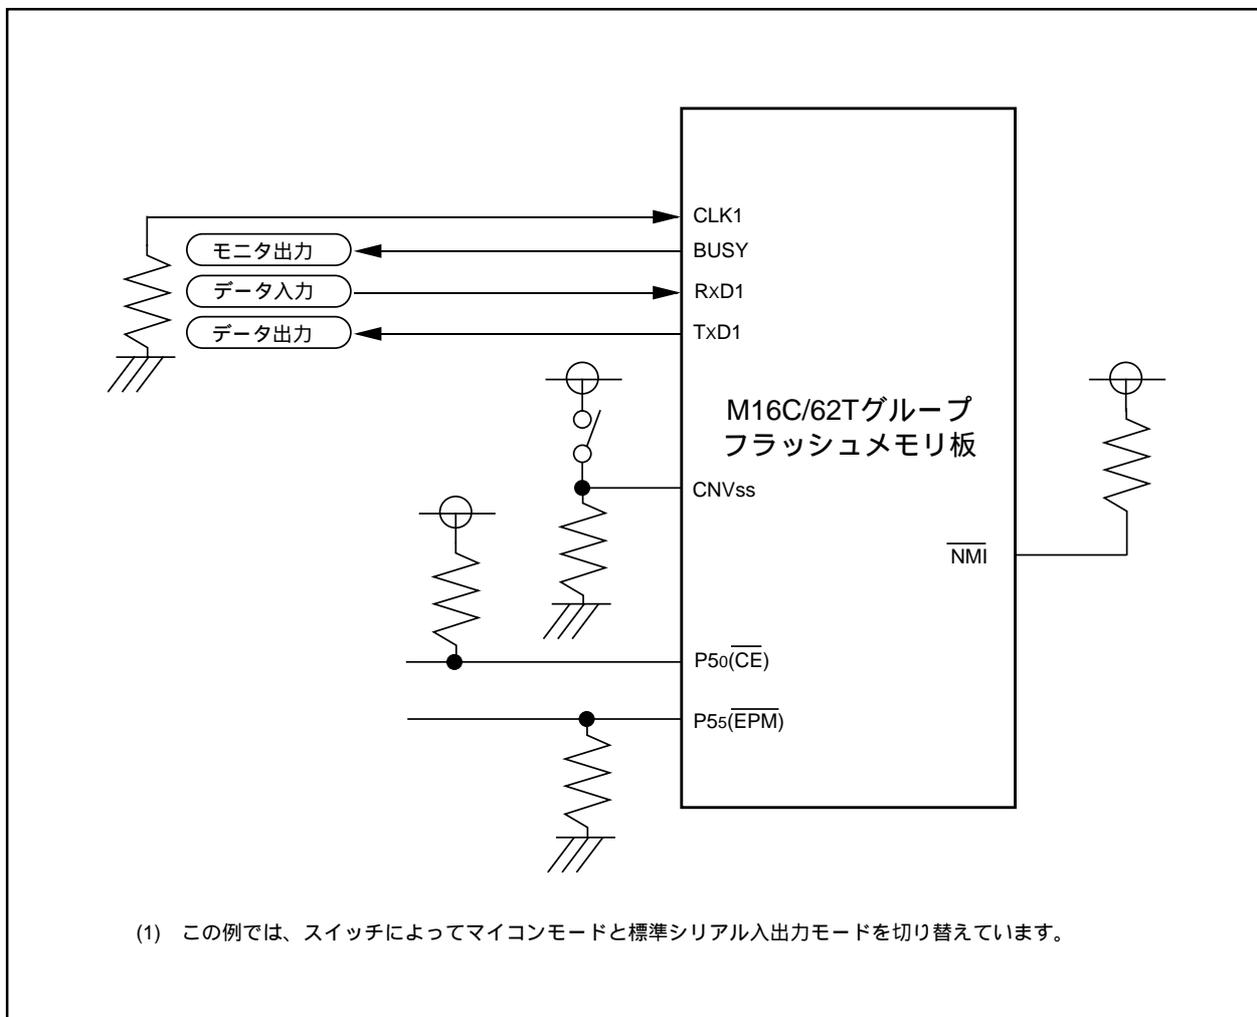

図1.31.43. 標準シリアル入出力モード2時の応用回路例
<p>「(3) 使用禁止割り込み」本文3～5行目を「NMI割り込み、監視タイマ割り込みは、各割り込み発生時にフラッシュメモリの動作モードを強制的にリードアレイモードに変更するので使用できます。」 「NMI割り込み、監視タイマ割り込みは、各割り込み発生時に強制的にフラッシュメモリ制御レジスタ0、フラッシュメモリ制御レジスタ1が初期化され、通常モードに戻るので使用できます」に訂正。最終文に「NMI割り込み、監視タイマ割り込み発生時は、書き換え動作が中止されるので、再度、CPU書き換えモード選択ビットを“1”に設定し、消去/プログラムの動作が必要です。」の下線部を追加。</p> <p>「(7) アクセス方法」において、「CPU書き換えモード選択ビットへの書き込みは、内蔵フラッシュメモリ以外の領域で行ってください。また、NMI端子が“H”の状態で行ってください。」を追加。</p> <ul style="list-style-type: none"> ・ P200 「図1.28.5. ブロックイレーズフローチャート」において、フルステータスチェック時のイレーズエラーを追加、注1(参照)を追加。 ・ P202 「図1.28.7. リードロックビットステータスフローチャート」において、注1(D6の説明)を追加。 ・ P204 「プログラムステータス(SR4)」において、本文7～9行目を「プログラムステータスやイレーズステータスが“1”にセットされている状態では、コマンドライトによる次のコマンドは受け付けません。」 「プログラムステータスやイレーズステータスが“1”にセットされている状態では、リードアレイコマンド、リードステータスレジスタコマンド、クリアステータスレジスタコマンド以外のコマンドは受け付けません。」に訂正。本文中(2)において、「イレーズオールアンロックブロック(A716/D016)」 「イレーズ全アンロックブロック(A716/D016)」に訂正。 ・ P208 「パラレル入出力モード」本文1～2行目を「パラレル入出力モードでは、内蔵フラッシュメモリM5M29FB/T800相当の動作をします。マイコンが持っていない機能やメモリ容量関連の相違点がありますので、フラッシュメモリ用のライターでは書き込みできません。」 「パラレル入出力モードは、内蔵フラッシュメモリに対する操作(リード、プログラム、イレーズなど)に必要なソフトウェアコマンド、アドレス、データをパラレルに入出力するモードです。」に訂正。 ・ P209 「端子の機能説明(フラッシュメモリ標準シリアル入出力モード)」の「P64」の標準シリアルモード2時の機能において、「ブートプログラム動作チェック用モニタ信号出力端子です。」の下線部を追加。 ・ P217、P235の「ブロックイレーズコマンド」本文1行目において、「指定したブロック内のデータをイレーズするコマンドです。」 「指定したブロック内のデータをイレーズするコマンドです。」に訂正。 ・ P218、P236の「イレーズ全アンロックブロックコマンド」において、「イレーズ全アンロックブロックコマンド」 「イレーズ全アンロックブロックコマンド」に訂正。 ・ P219 図1.31.10、P237 図1.29.30の「リードロックビットステータスコマンド時のタイミング」において、TxD1(M16C送信データ)を「DQ6」 「D6」に訂正。 ・ P224 「図1.31.43. 標準シリアル入出力モード2時の応用回路」において、「M16C/62フラッシュ」 「M16C/62Tグループフラッシュメモリ板」に訂正。